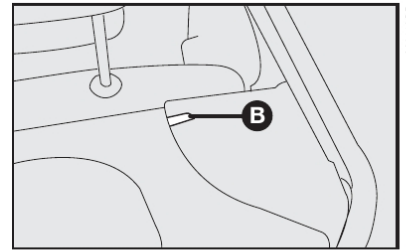

fig. 100
2) Desencaixar os pinos de articulação do bagagito **B-fig. 100** de suas sedes e removê-lo.